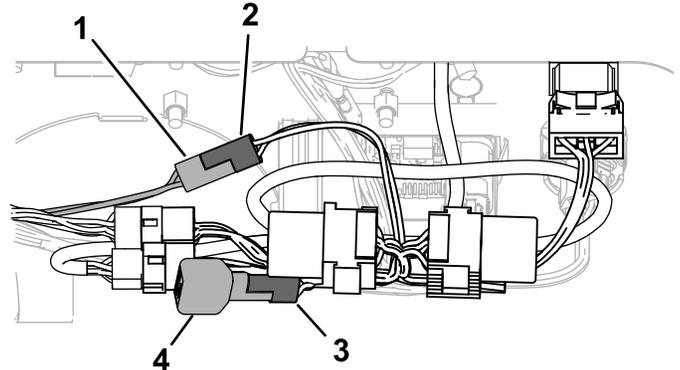

Figura 6
8. Retire el diodo del arnés de cables del kit de bajo caudal, enchufe el conector del arnés del controlador (P03) en ese conector, y enchufe el diodo en el zócalo del diodo (P07), como se muestra en Figura 6.